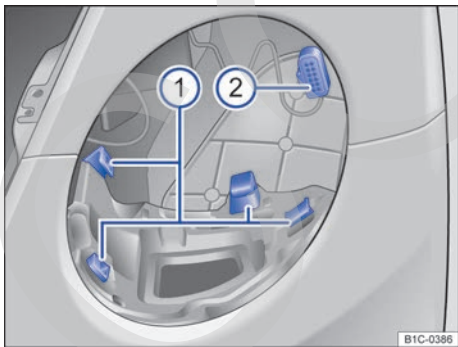
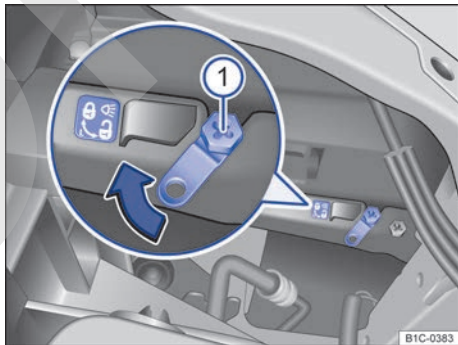

Fig. 145 Guías ① y conector ② para el montaje del faro izquierdo.
Fig. 146 En el vano motor: palanca de desbloqueo para el faro delantero izquierdo.
→ fig. 145 y → fig. 146
- ① Tenga en cuenta la lista de comprobación y lleve a cabo las operaciones descritas en ella → pág. 176.
- ② Acople el conector → fig. 145 ② en la carcasa del faro. ▶
- ③ Sitúe los cuatro puntos de montaje de la carcasa del faro sobre las cuatro guías → fig. 145 ① del hueco del faro.
- ④ Bloquee la carcasa del faro. Para ello, introduzca el destornillador para tornillos de estrella → pág. 172 en la palanca de desbloqueo → fig. 146 ①.
- ⑤ Gire el destornillador 50° aprox. hacia el símbolo  hasta que suene un “clac” (en el faro izquierdo, en el sentido de las agujas del reloj; en el faro derecho, en el sentido contrario al de las agujas del reloj).
- ⑥ Asegúrese de que la marca roja de la palanca de desbloqueo → fig. 146 no se vea más. Si después del bloqueo aún se ve la marca roja, el faro no estará correctamente fijado. Repita los pasos para el montaje.
- ⑦ Cierre el capó del motor.